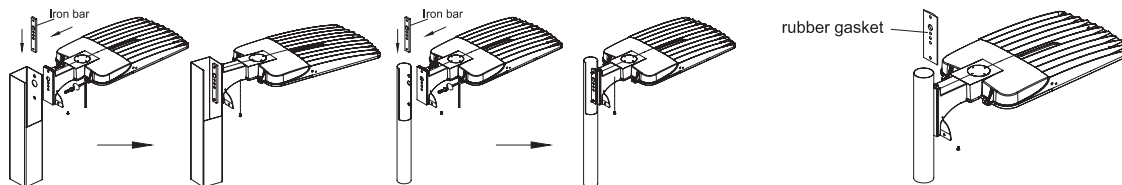

Figure 4
3. Retirez les vis avec un tournevis. Mettez de côté la barre de métal pour une utilisation future. Retirez les vis de fixation pour ouvrir le couvercle de la boîte de connexion. Faites passer les fils d'entrée CA de l'appareil à travers la boîte de connexion, comme illustré à la Figure 4.